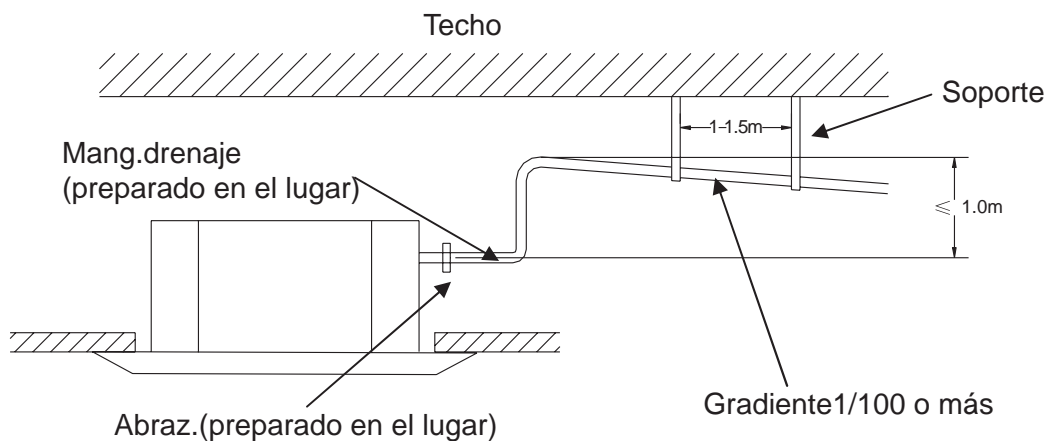

Fig.11
1. No levante el tubo de drenaje a una altura mayor de 1.0m; de lo contrario habrá riesgo de pérdidas de agua (Fig. 11).
2. Asegúrese de que el tubo de drenaje tenga una inclinación hacia abajo no inferior a 1/100, y de que no haya estancamiento de agua (Fig. 11).
3. Para sostener el tubo de drenaje, espacé los soportes cada 1 a 1,5 mm (Fig. 11).